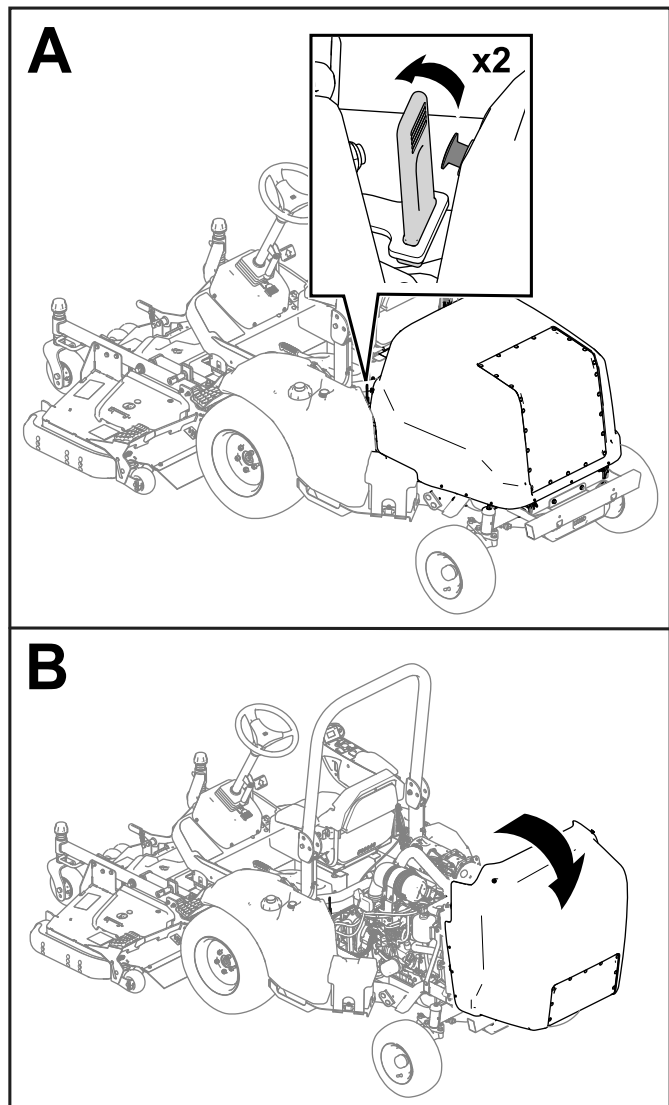

Bild 46
1. Lösen Sie die Gurte von beiden Seiten der Maschine (Bild 46).
2. Öffnen Sie die Motorhaube (Bild 46).